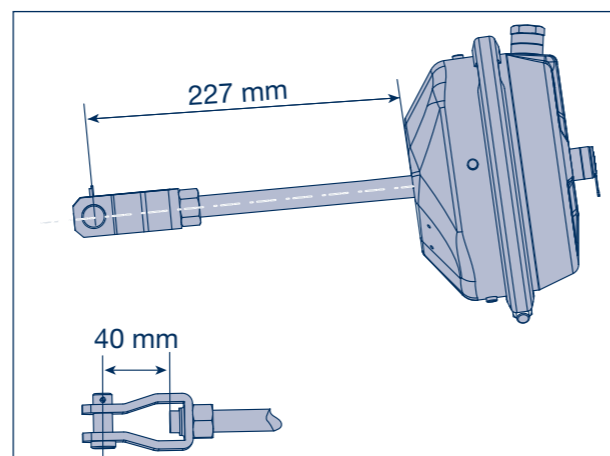

Bild 72
- [2] Vorgeschriebene Druckstangenlänge zum Zylinderboden einstellen (Freiraum min. 40 mm einhalten, siehe Bild 72.). Gabelkopf mit Kontermutter zunächst von Hand sichern.